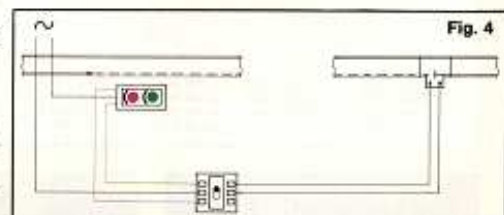

Fig. 4
- collegamento di un segnale per comando di un tratto controllato (fig. 4)